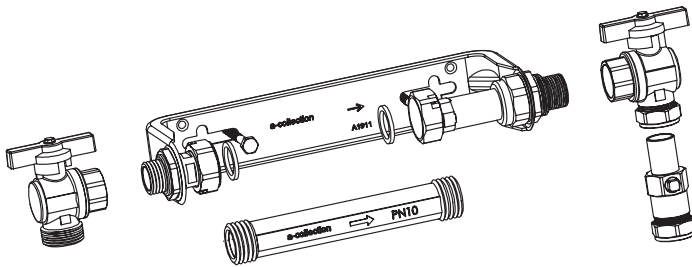

Fig 1.
1. Montera konsolen vertikalt eller horisontellt, se till att använda lämplig skruv avsedd för aktuell typ av väggkonstruktion, beakta pilen på konsolens insida som markerar flödesriktning (Fig 1).